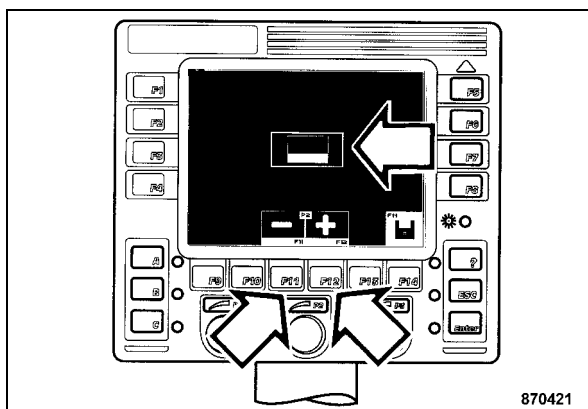

Fig. 82
- Elegira el deseado idioma de la impresora con la tecla "F11" ó tecla "F12" (Fig. 82).